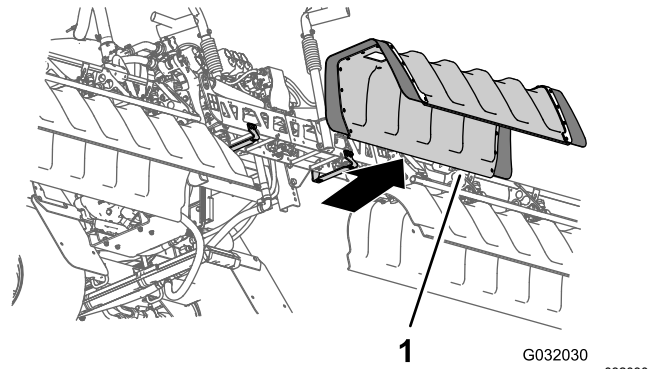

Figura 20
2. Retire la cubierta de la sección central de la máquina (Figura 20).